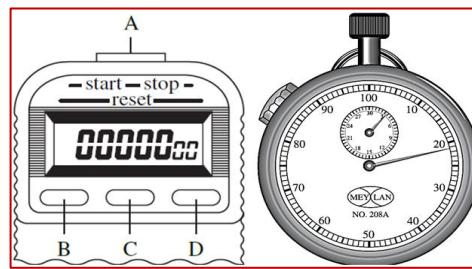

Figura 6: Cronómetro minuter decimal y digital
1. **Cronómetro.-** Se utilizan dos tipos de cronómetros el electrónico que es mucho más práctico y el tradicional cronómetro minuter decimal (0.01min). (Ver Figura 6)